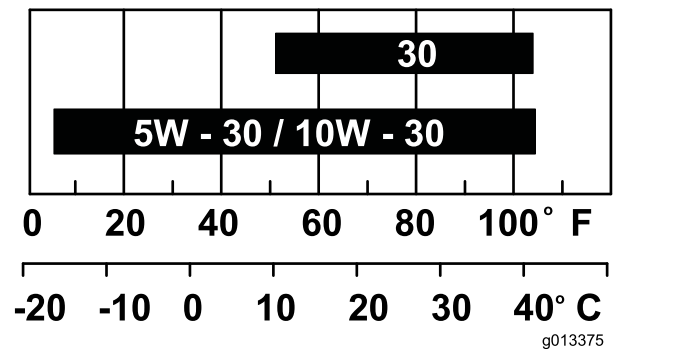

Figura 16
**Viscosidad:** Consulte la tabla siguiente (Figura 16).